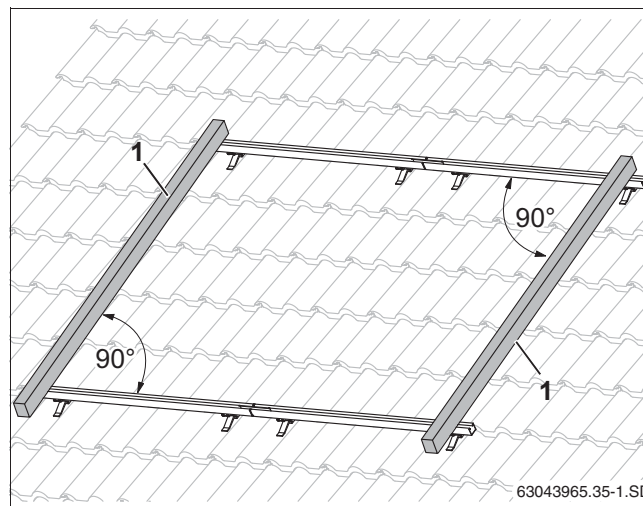

Рис. 33 Выравнивание профильных реек
- ▶ Выровняйте верхние и нижние профильные рейки относительно друг друга по краям в горизонтальной плоскости (рис. 33, используйте уровень).
Измерьте диагонали или положите планку (рис. 33, [1]) на концы профильных реек. Угол между планкой и профильной рейкой должен составлять 90°. Выровняйте профильные рейки в продольных отверстиях.